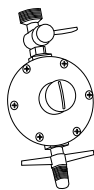

Fig. 13
- Utilizar um regulador de pressão adequado. Verificar o prazo de validade, pois a cada 5 anos, ele deve ser substituído. A ausência do mesmo poderá causar excesso de pressão e consequentemente vazamento de gás o que pode causar incêndio (fig. 13).